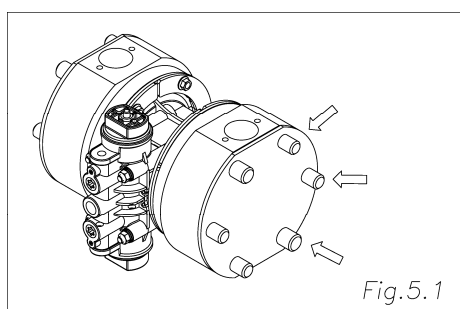

Fig.5.1
- ・キャップ、タイロッドおよびナットを外し、補助板、アウトチャンバーを取り外す。[Fig.5.1]